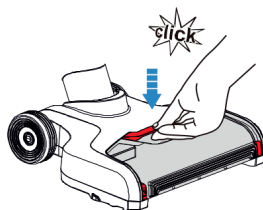

Fig. 8
- Para voltar a colocar a tampa, aponte a mesma à ranhura e empurre até ouvir um clique. A instalação está concluída (Fig.8).